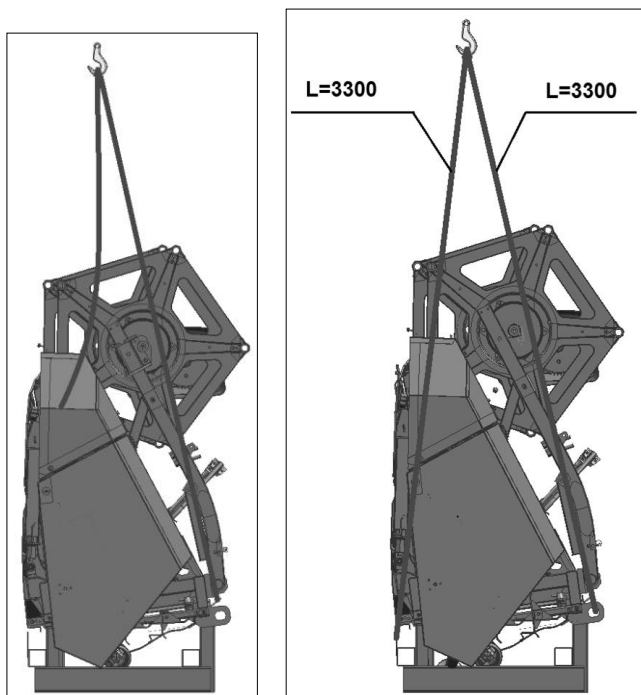

Рисунок 8.15
1) Отсоединить стропы разных длин (см.рисунок 8.15), затем установить стропы одинаковых длин 3300 мм в петли рамки. **ЗАПРЕЩАЕТСЯ** СТРОПИТЬ ЗА ЭЛЕМЕНТЫ ЖАТКИ!;